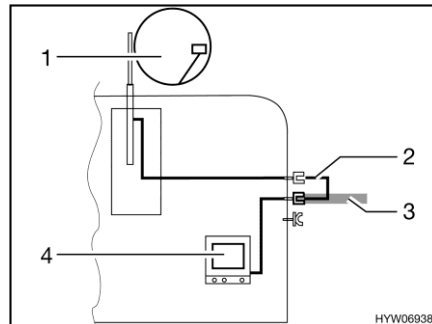

Fig. 196 TV dans le véhicule
- TV dans le véhicule (Fig. 196,4) : Raccord à l'antenne sur le toit (Fig. 196,1) avec câble d'alimentation (Fig. 196,2)
- TV dans le véhicule (Fig. 196,4) : Raccord à l'antenne extérieure (Fig. 196,3)